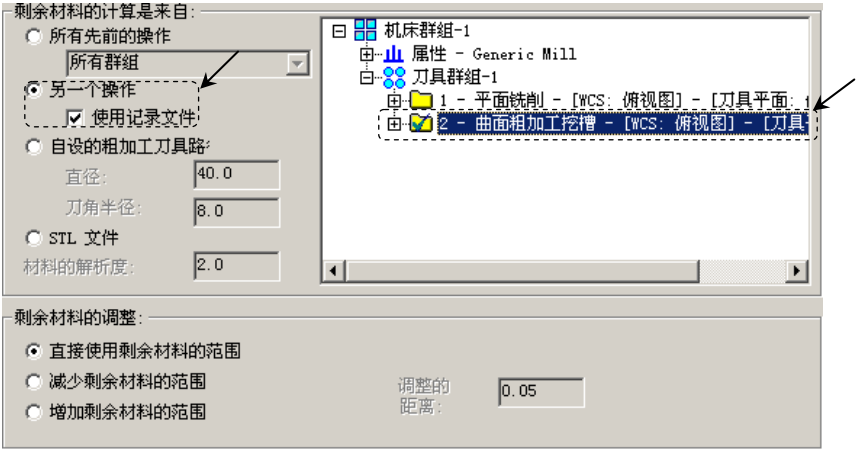

图 11.20 “剩余材料参数”选项卡
Step8. 设置剩余材料参数。在“曲面残料粗加工”对话框中单击 选项卡，设置图 11.20 所示的参数。